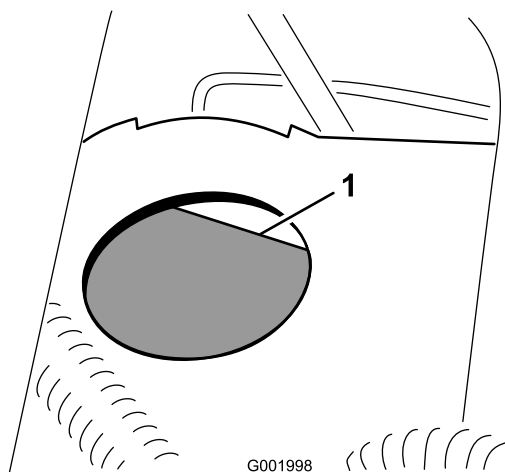

Figura 61
2. O nível do fluido deve estar ao nível da linha Full indicada no reservatório (Figura 61).